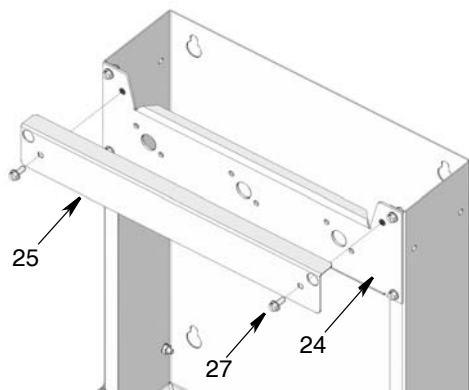

FIG. 19
4. Retire los tornillos (27) y el panel de acceso (25) (vea la FIG. 19).